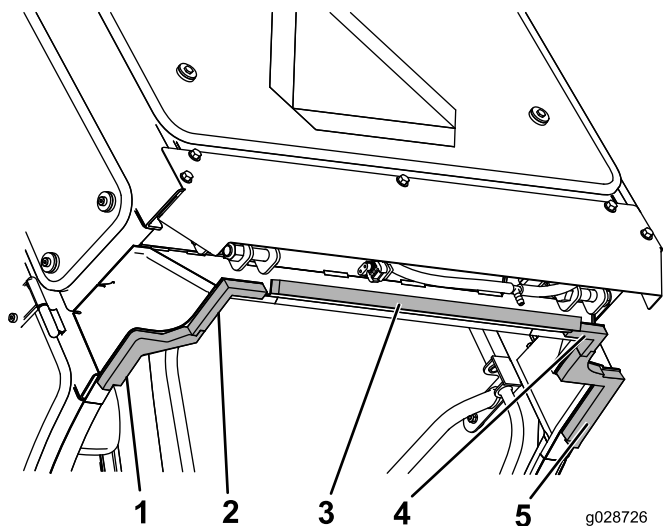

Figura 59
1. Centre la pieza trasera en el borde inferior más atrasado del panel central (Figura 59).
2. Instale las piezas de espuma traseras derecha e izquierda en las esquinas de las pestañas exteriores del panel trasero (Figura 59).
3. Alinee el borde interior de las piezas de espuma central izquierda y central derecha con la pieza trasera izquierda y la pieza trasera derecha, encajando entre sí las pestañas (Figura 59).